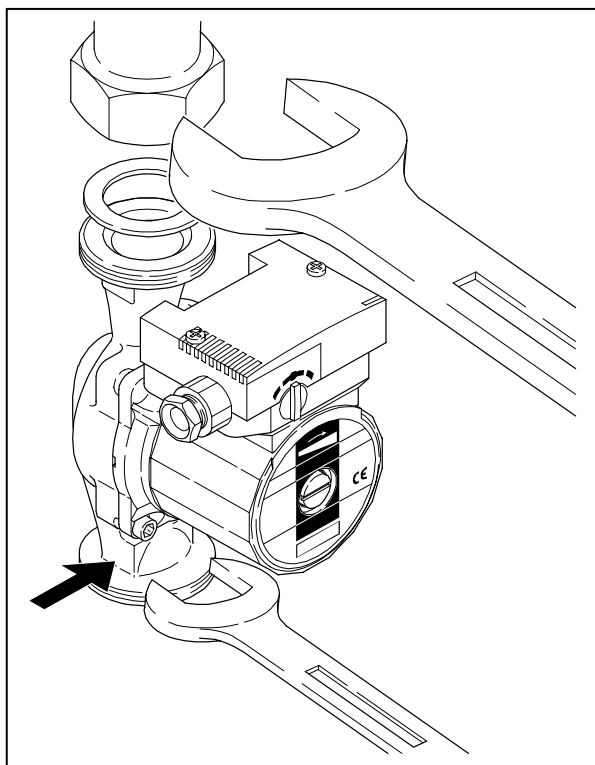

Рис. 3
- Чтобы насос не проворачивался при монтаже его необходимо придерживать с помощью гаечного ключа (Рис. 3) за лыски на его патрубках.